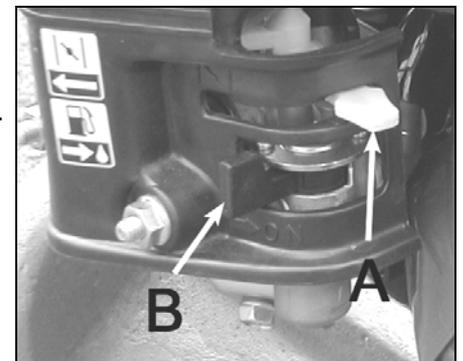

Figure 8
Le levier (figure 8, repère A) est le starter Il sert lors du démarrage à froid. Pour l'actionner :
- Déplacer le levier (figure 8, repère A) vers l'avant.
- Le robinet d'essence (figure 8, repère B) permet d'ouvrir ou de couper l'alimentation en carburant.
- Amenez le robinet d'essence sur la position "ON" (figure 8, repère B).
- Tirez la commande de starter à fond (figure 8, repère A) si le moteur est froid ou placez la manette des gaz à moitié de sa course si le moteur est chaud (pas de starter à chaud).